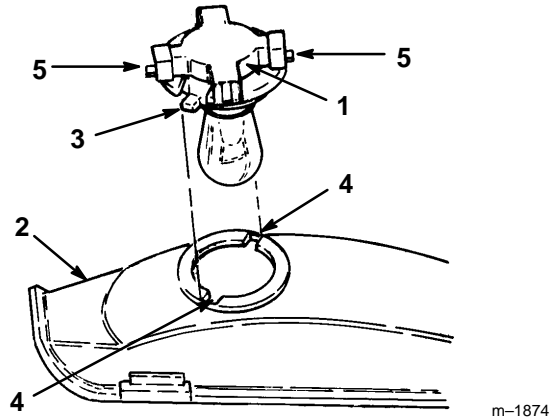

Abbildung 17
3. Die Birnenfassung um 1/4 Umdrehung im Gegenuhrzeigersinn drehen und aus dem Reflektor nehmen (Abb. 17).
2. Die Birnenfassung hat zwei Zungen (Abb. 17). Die Zungen auf die Schlitzlöcher im Reflektor ausrichten, die Birnenfassung in den Reflektor einsetzen und im Uhrzeigersinn 1/4 Umdrehung bis zum Anschlag drehen.